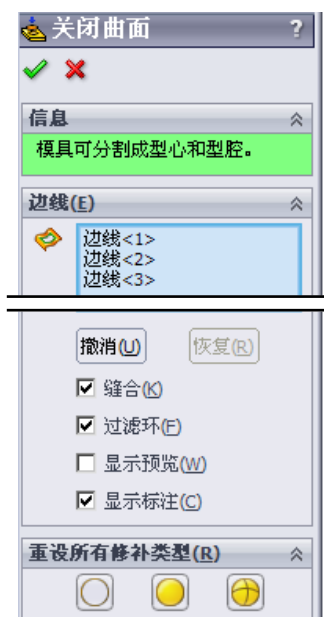

图 10.2.9 “关闭曲面”对话框
Step1. 在“模具工具”工具栏中单击  按钮，系统弹出“关闭曲面”对话框，如图 10.2.9